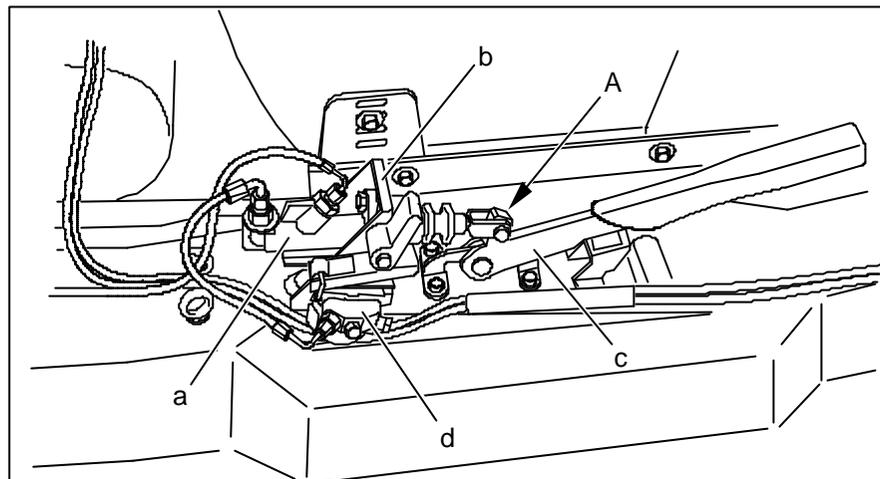

Fig. 1
- Á fixer le levier de frein à main (Rep. 3) sur le tunnel à sa position d'origine et l'accoupler (en A, Fig. 1) avec la tige de commande du maître-cylindre,